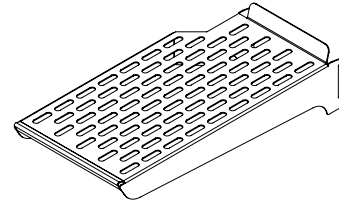

Figura 14
- (2) Estantes de vidrio de ancho mitad en voladizo, ajustables (vea la Figura 14)